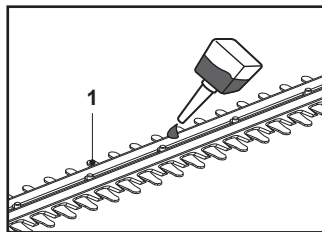

Fig. 11
10. Lubrifiază suprafețele interne ale lamei dacă dispozitivul de tăiere (lama) (1) se supraîncălzește în timpul utilizării (Fig. 11).
1. Păstrează dispozitivul de tăiere (lama) (1) curat și fără resturi. Îndepărtează resturile vegetale cu o perie.
2. Aplică o cantitate mică de lubrifiant adecvat pe dispozitivul de tăiere (lamă) pentru a menține o bună performanță de tăiere (Fig. 11).